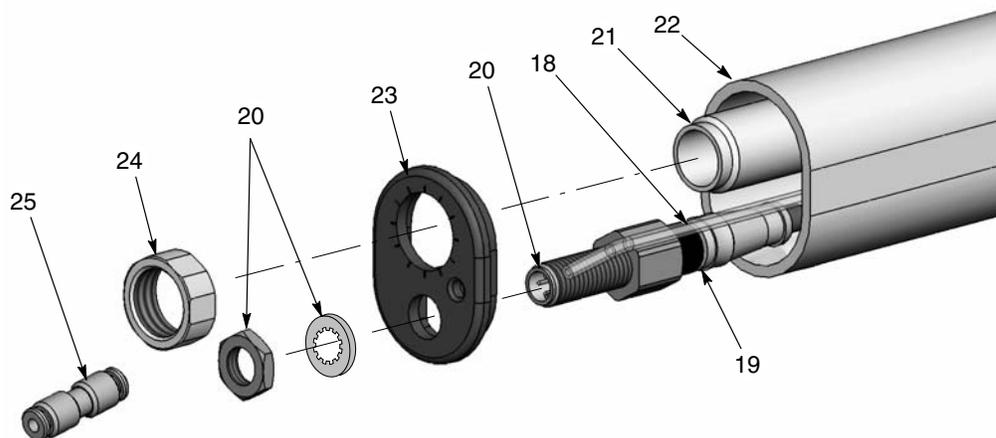

Figura 7-7 Desmontagem de pistola com tubo de suporte 1 de 5
2. Consulte a figura 7-7. Desligue a união (25) do tubo de ar transparente de 4 mm (18).
3. Desligue o cabo da pistola (não ilustrado) da tomada do cabo (20).
4. Desenrosque a porca do tubo de fixação (24) do tubo de fixação (21).
5. Retire a porca e a anilha de segurança da tomada do cabo (20). Guarde a porca e a anilha de segurança para as utilizar novamente.
6. Puxe a tampa da extremidade (23) para fora da extremidade da pistola.